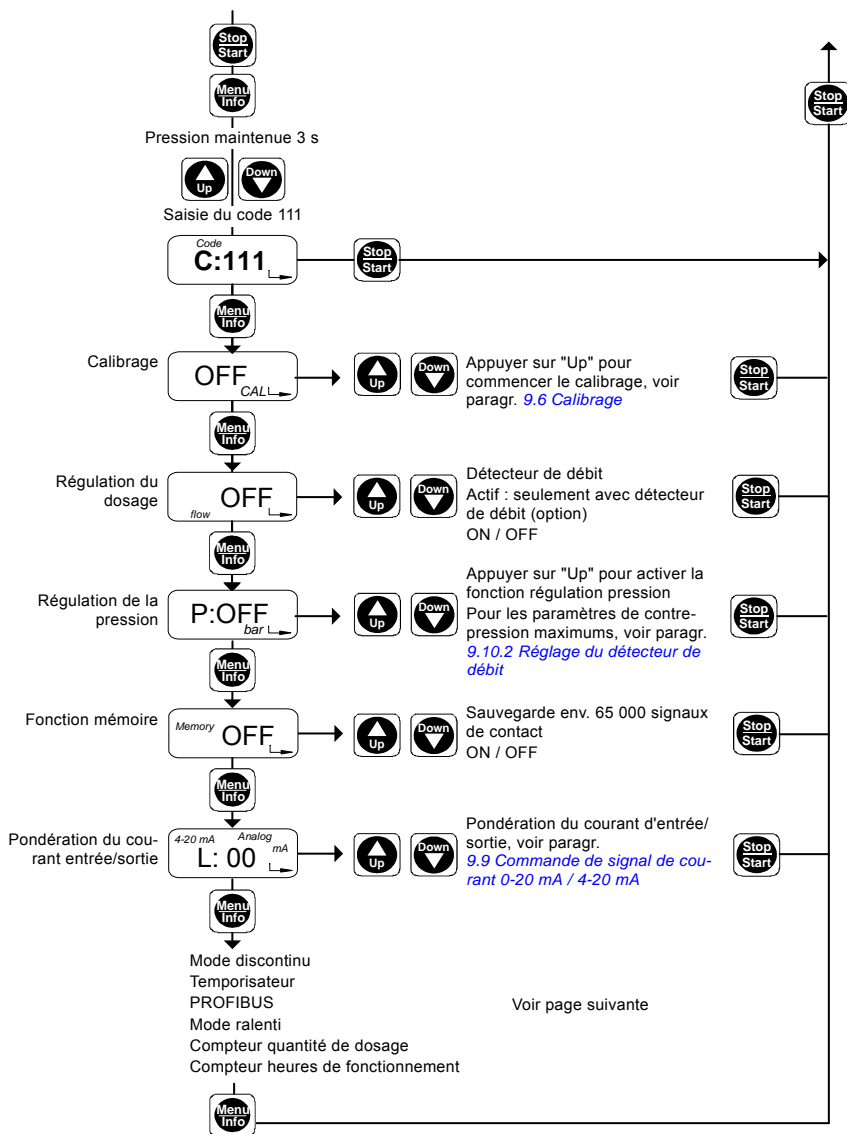

Fig. 42 Second niveau de fonction, 1ère partie
- 2. Modifier les paramètres du menu concerné avec "Up" et "Down", selon fig. 42.